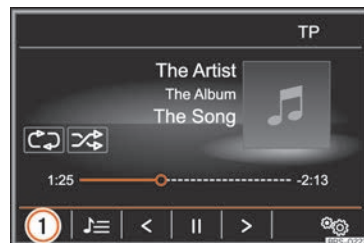

Fig. 214 Menú principal MEDIA.
- Pulse el botón de función **» fig. 214 ①** y seleccione **[Audio BT]**.